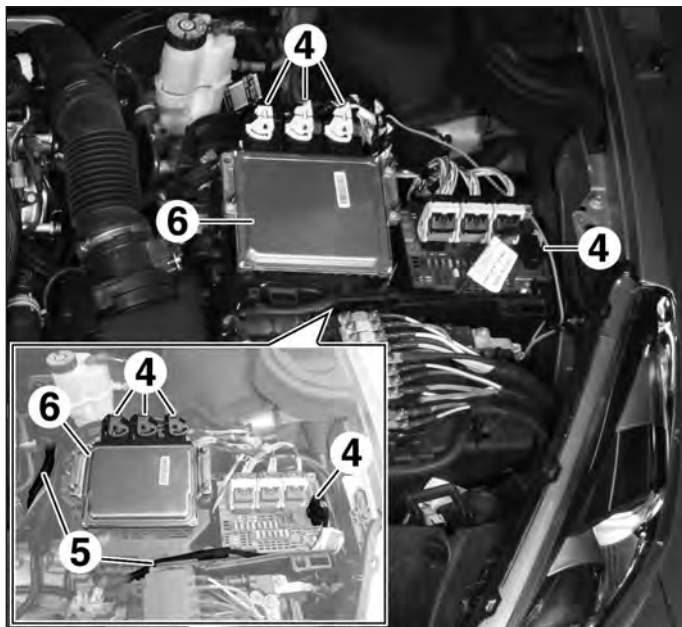

FIG.6
- Débrancher les connecteurs (4) (Fig.6).
- Ecarter le faisceau électrique en (5).
- Déposer le calculateur moteur (6) (voir chapitre "Moteur").